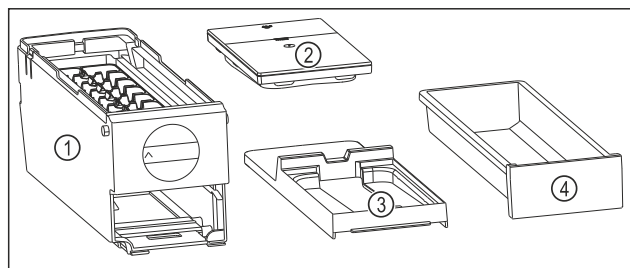

Fig. 122 Componenti dell'EasyTwist-Ice
- L'EasyTwist-Ice è scomposto in quattro parti. (vedere Fig. 122)
- Smontare l'EasyTwist-Ice scomponendo solo gli elementi rappresentati in figura. (vedere Fig. 122)
- Pulire l'intero corpo dell'EasyTwist-Ice Fig. 122 (1).